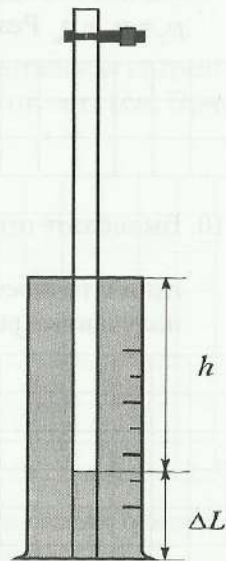

Рис. 2
4. Погрузите в воду трубку так, чтобы ее открытый конец оказался у дна мензурки (рис. 2).